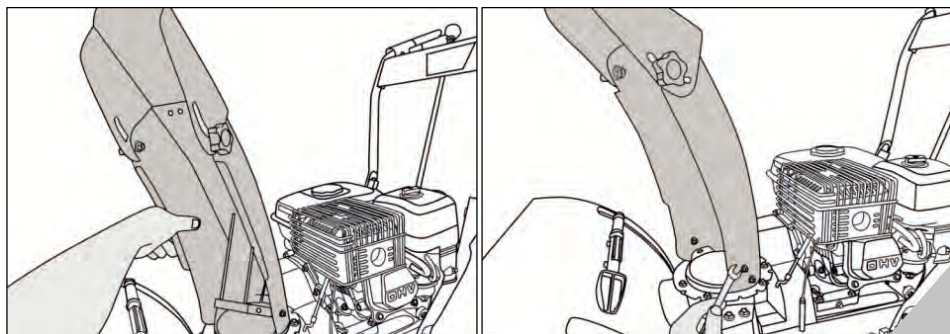

**Рис. 14**
11. Установите разгрузочный желоб выброса снега на раму и зафиксируйте при помощи ключей и крепежных болтов из комплекта (рис. 14).